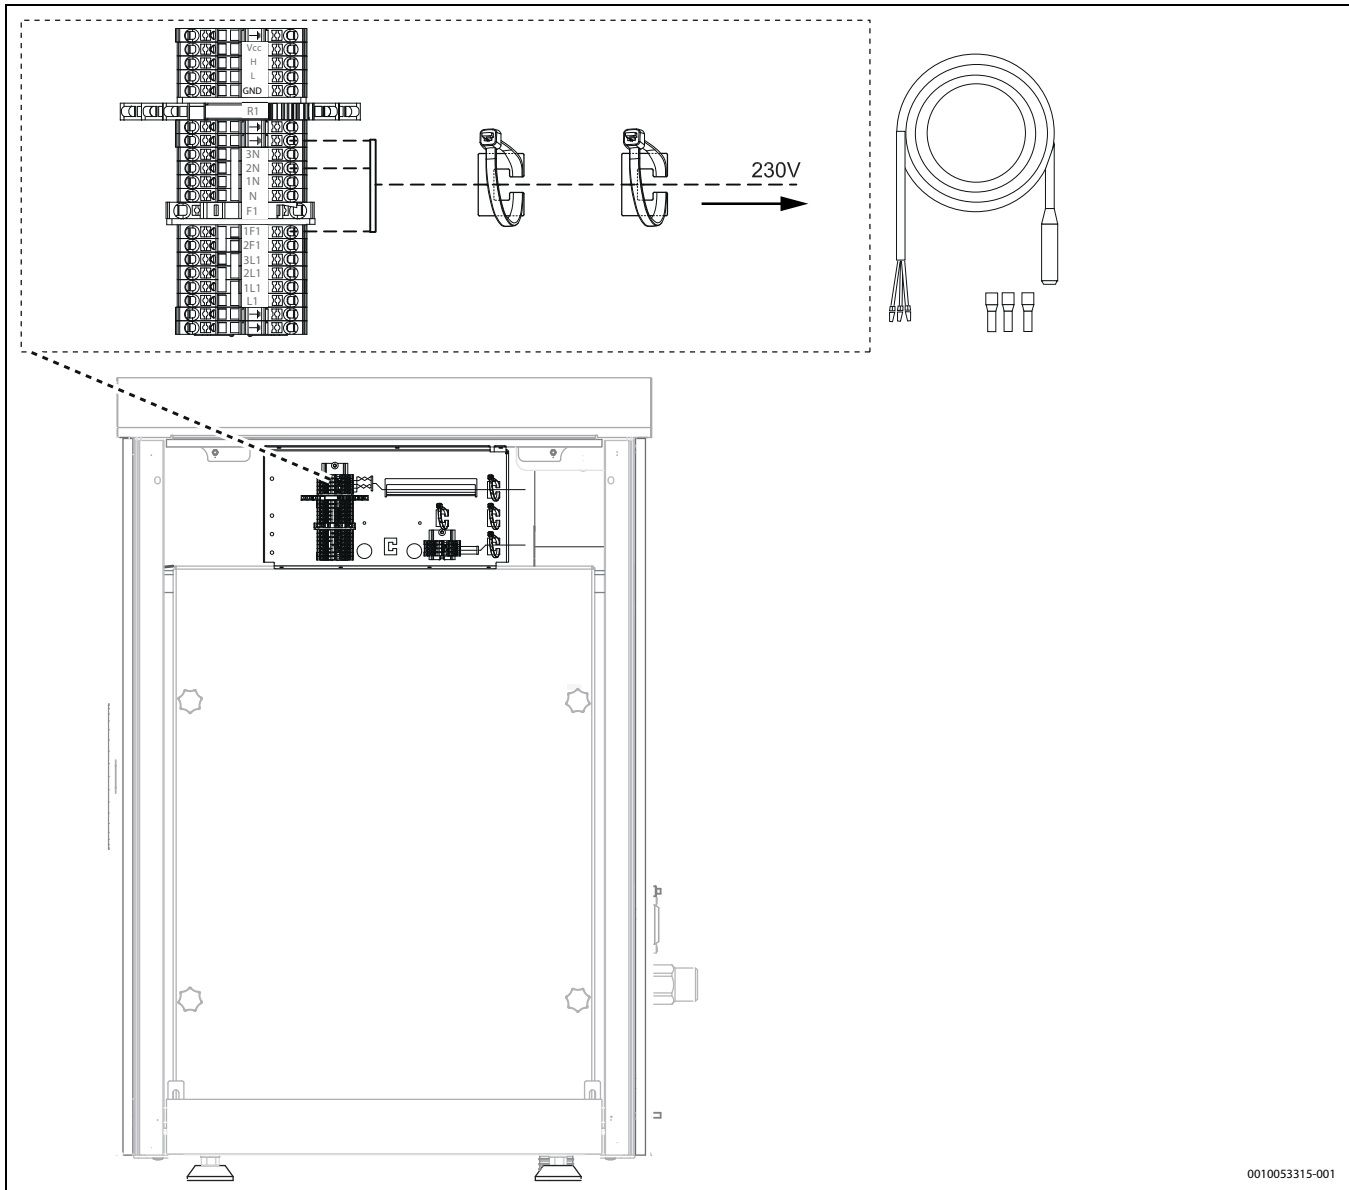

Bild 39 Heizkabelanschluss (Zubehör)
- ▶ Kabel entsprechend → Abbildung 39 anschließen.